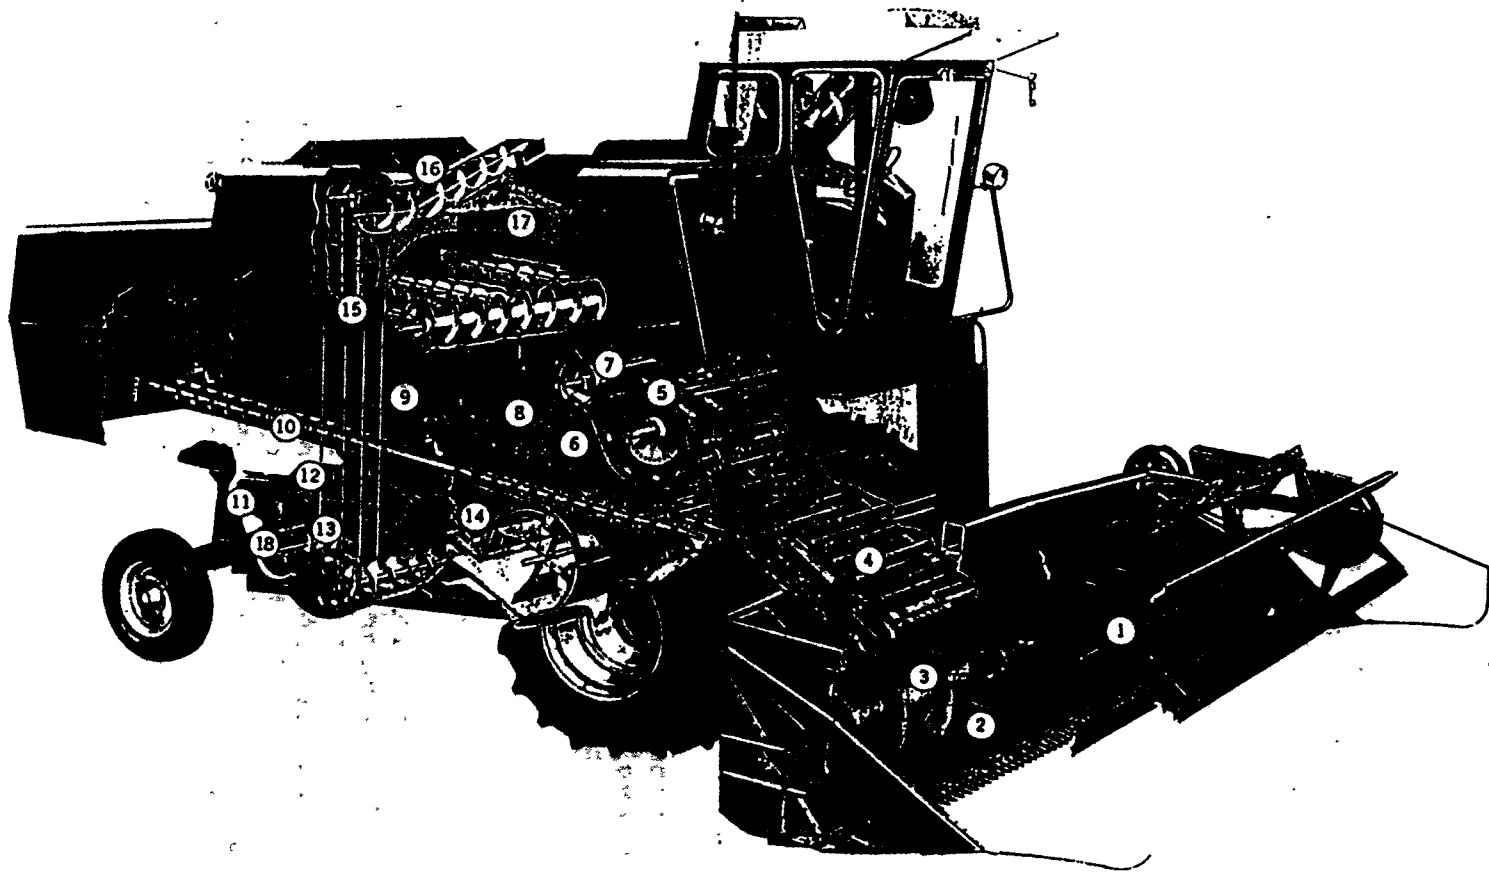

FIGURA 1. CORTE SECCIONAL DE UNA COSECHADORA EN OPERACION
Las operaciones básicas de una cosechadora, se describen en la Figura 1.
De acuerdo con la Figura 1, a medida que la cosechadora avanza hacia adelante en el campo, los divisores y las placas terminales separan una franja del resto de la cosecha. El molinete (1) divide una sección de la cosecha y la empuja contra la barra de corte (2). A medida que el material es cortado por la cuchilla en la barra de corte, el molinete continúa empujando el material o levantándolo dentro del área del sinfín (3). El sinfín mueve el material al centro de la plataforma, donde el transportador (4) del alimentador lo entrega al cilindro (5) para ser trillado.
El área de trilla de una cosechadora está situada en el cuerpo de la cosechadora conocido como "separador". Los componentes que forman el mecanismo trillador (Figura 1), consisten de un cilindro (5) y un cóncavo (6).
Como se mencionó anteriormente, hasta el 90% del grano es separado en el cilindro y cóncavo; además el otro 10% es separado por el batidor (7), la parrilla de varillas (8) y los sacapajas (9) mostrados en la Figura 1. Únicamente los granos de maíz sueltos pueden ser separados de la mazorca, no se lleva a cabo ninguna acción trilladora en esta área. Por lo tanto, los granos de maíz no trillados permanecerán sujetos a la mazorca.
Después de la trilla y separación, queda un poco de paja mezclada con el grano; la unidad de limpieza separa este material del grano. Para hacer ésto, la mayoría de las cosechadoras tienen tres componentes básicos, (Figura .1), que forman la unidad de limpieza: un ventilador (14), un zarandón (12) y una zaranda (13).